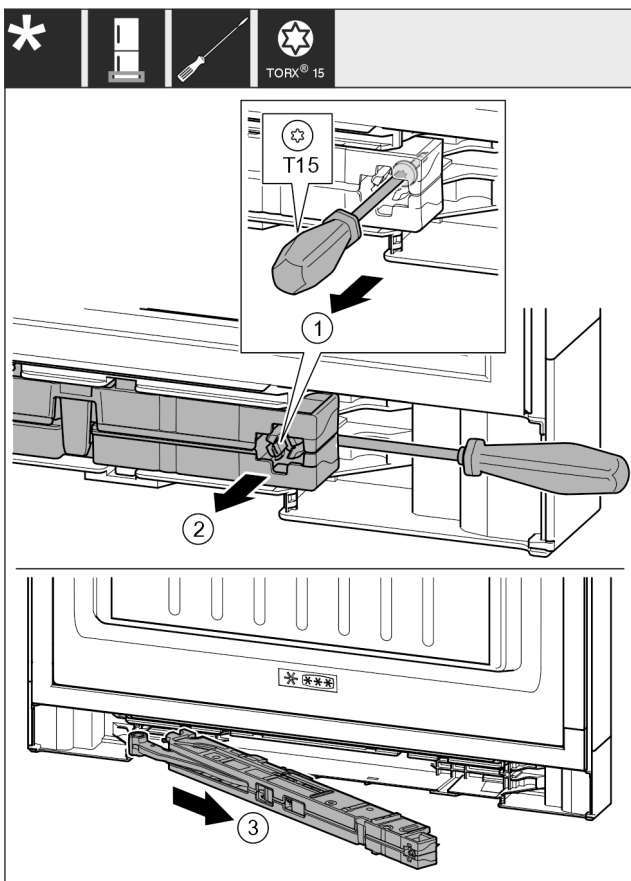

Fig. 17
- ▶ Desfaceți șurubul Fig. 17 (1) aprox. 14 mm de la unitatea amortizorului de închidere cu șurubelnița.
- ▶ Desprindeți cu o pârghie unitatea amortizorului de închidere Fig. 17 (2) de pe partea mânerului cu șurubelnița spre înainte.
- ▶ Extrageți unitatea amortizorului de închidere Fig. 17 (3).